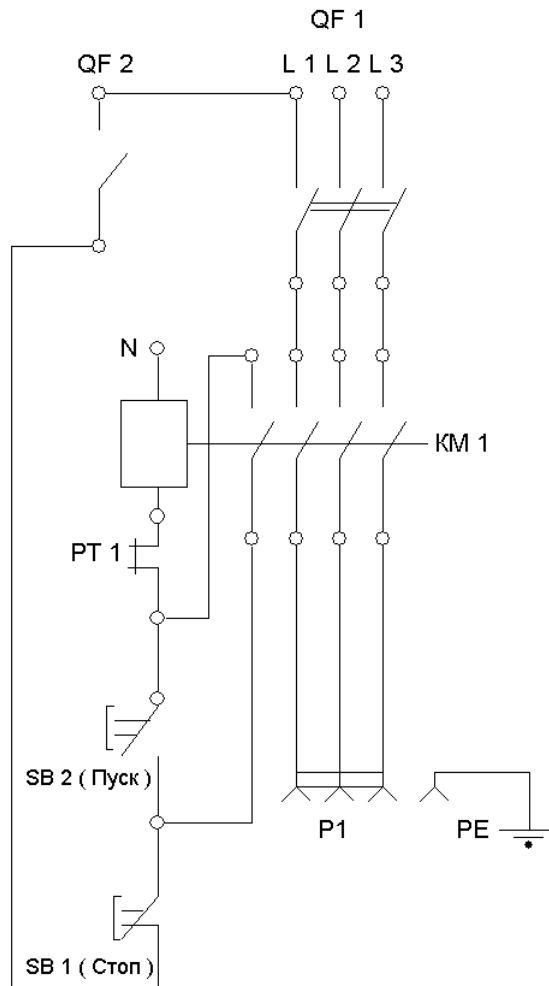

Рис. 4 Принципиальная электрическая схема подключения изделия
- Подключить электродвигатель мотор-редуктора к трехфазной сети переменного тока частотой 50 Гц, напряжением 380 В с глухо заземленной нейтралью через устройство защитного отключения. Подключение изделия к электросети необходимо выполнять согласно схеме, представленной на рис. 4. Электротехнические комплектующие сборки шкафа управления подбираются исходя из мощности электродвигателя, которым комплектуется изделие. Использование любых альтернативных схем подключения, в том числе с применением преобразователя частоты электрического тока, допускается только после согласования с заводом изготовителем;